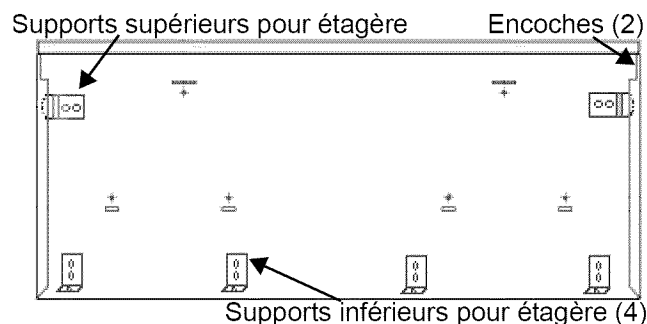

Figure 19 : Dos de la plaque murale
2. Installez les deux supports supérieurs pour étagère et les trois supports inférieurs pour étagère aux endroits indiqués sur les gabarits. Fixez-les en place à l'aide des (10) vis de 1 po (25,4 mm) fournies.
5. Installez la plaque murale en plaçant les encoches des coins (dos de la plaque murale) au sommet des deux supports supérieurs pour étagère. Faites glisser l'ensemble de l'étagère vers le haut jusqu'à ce que la partie inférieure s'enclenche dans les quatre supports inférieurs (Figure 19).